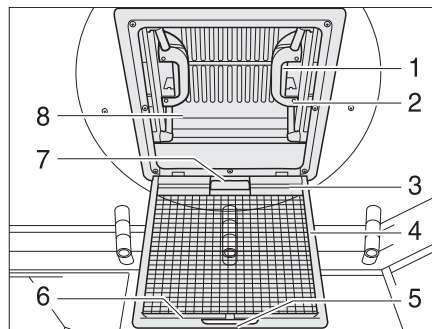

Fig. 90 Claraboya con cierre de resorte
- Tirar del tirador (Fig. 90,5).
- Plegar hacia abajo la protección contra insectos (Fig. 90,4).
- Presionar el cierre de resorte (Fig. 90,1) hacia el lado interior de la claraboya (Fig. 90,8). Presionar simultáneamente hacia arriba la claraboya con el tirador (Fig. 90,2).
- Plegar hacia arriba la protección contra insectos (Fig. 90,4) hasta que engatille.
- Tirar la claraboya (Fig. 90,8) enérgicamente hacia abajo por los dos tiradores (Fig. 90,2), hasta que los dos cierres de resorte (Fig. 90,1) engatillen.
- Tirar de la persiana oscurecedora enrollable por el asidero (Fig. 90,7) y enganchar el listón de enganche (Fig. 90,3) en el listón de soporte (Fig. 90,6) en la protección contra insectos.
- Soltar el listón de enganche (Fig. 90,3) del listón de soporte (Fig. 90,6) y regresar lentamente la persiana oscurecedora enrollable.